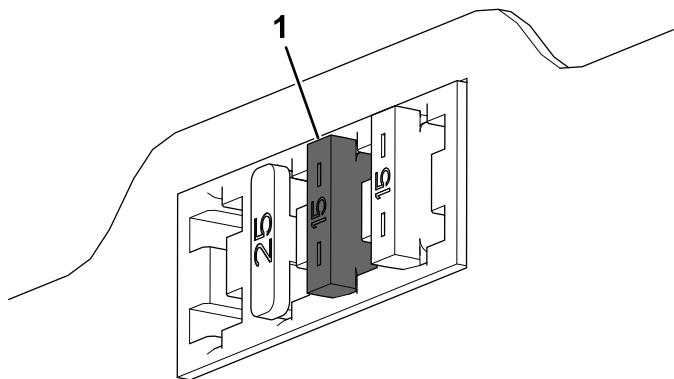

Рисунок 12
11. Вставьте предохранитель (15 A) в третье гнездо слева, если смотреть на блок предохранителей (**Рисунок 12**).